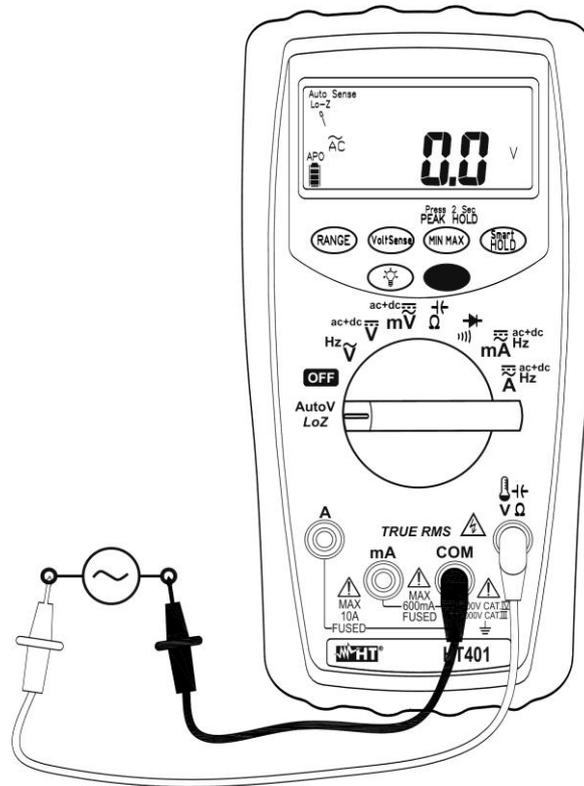

Fig. 4: Uso do instrumento para medir Tensões CA com baixa impedância (LoZ)
3. Colocar as pontes nos pontos pretendidos do circuito em exame (ver a Fig. 4). O valor da tensão é mostrado no display